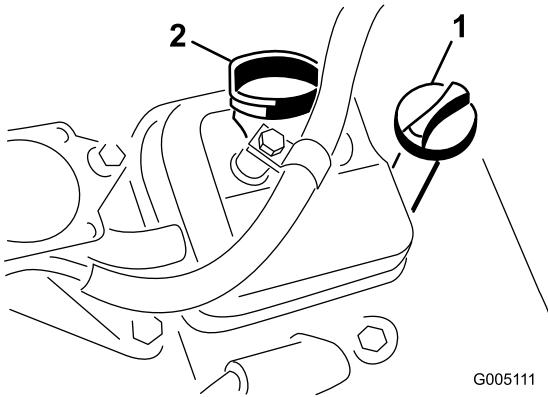

Figura 22
3. Aparafuse a vareta no tubo e certifique-se de que se encontra completamente introduzida (Figura 22).